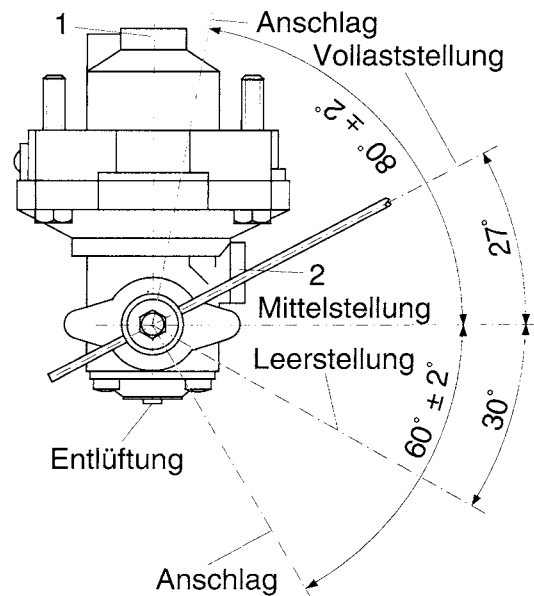

Abb. 1
- 2.1 Den Betätigungshebel von Anschlag zu Anschlag bewegen (siehe Abb. 1).
- 2.2 Der Betätigungshebel muß aus der "Mittelstellung" (0°) heraus einen Weg in Richtung "Vollaststellung Anschlag" von $80^\circ \pm 2^\circ$ und in Richtung "Leerstellung Anschlag" von $60^\circ \pm 2^\circ$ erreichen (siehe Abb. 1).